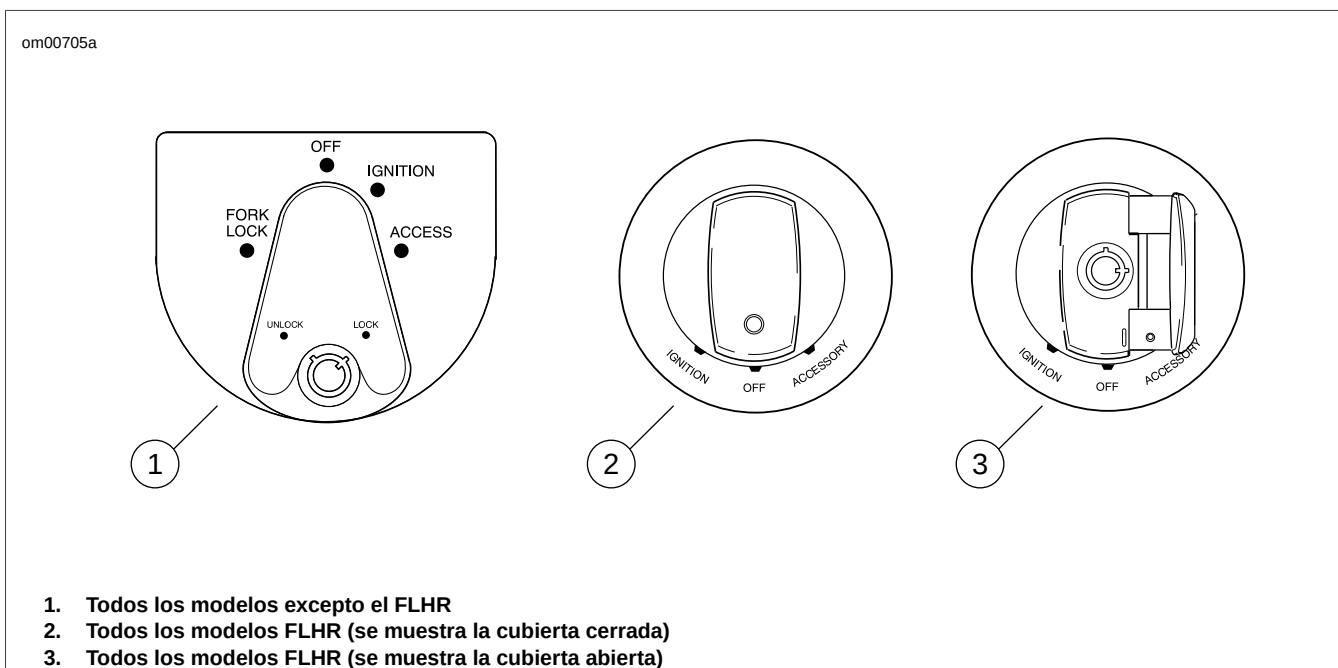

Figura E-5. Interruptor de encendido: Modelos Touring
- Vea Figura E-5. Llave en encendido significa que el interruptor está en IGNITION (encendido) y que el interruptor de parada del motor está en MARCHA (aunque el motor no esté funcionando).